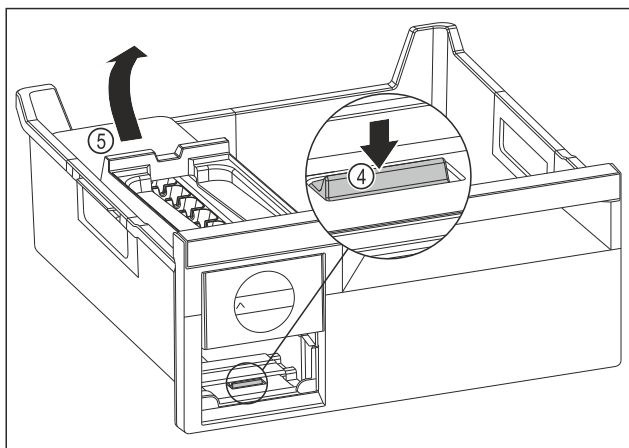

Fig. 143
- EasyTwist-Ice corpus wegnemen: Strip Fig. 143 (4) met uw vinger omlaag drukken en gelijktijdig met de andere hand de EasyTwist-Ice corpus Fig. 143 (5) van achteren optillen.